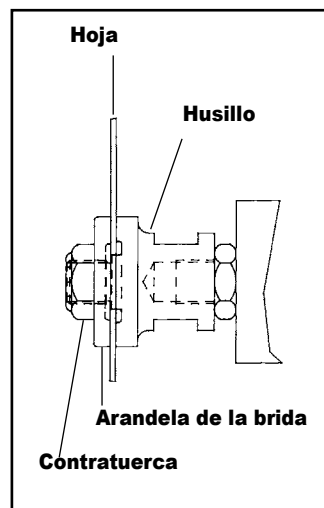

FIG. 2
- a. Husillo estándar: Instale la hoja en el borde del husillo de 5/8 de diámetro (Fig. 2). Instale la brida con el lado de relieve hacia la hoja y atorníllela a la contratuerca. Manteniendo una llave (suministrada) sobre la cara plana del husillo de, apriete la contratuerca del husillo. La hoja debe asentar completamente en el borde del husillo y quedar al ras de la cara del husillo.
Detalle de **Arandela de brida** de la Fig. 2 y 3 a la derecha.